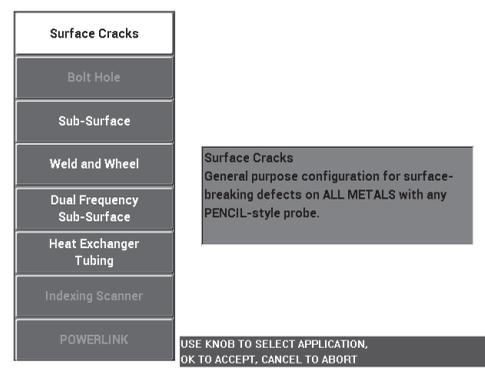

Figura 5-41 L'applicazione Cricche superficiali
2. Premere una volta il tasto di menu ADV SETUP (🔧) ed in seguito selezionare **SELEZ.APP.** (selezione dell'applicazione) [tasto A] per aprire il menu di selezione dell'applicazione. Selezionare **Cricche superficiali** con la manopola ed in seguito premere ✓ per confermare (vedere Figura 5-41 a pagina 166).